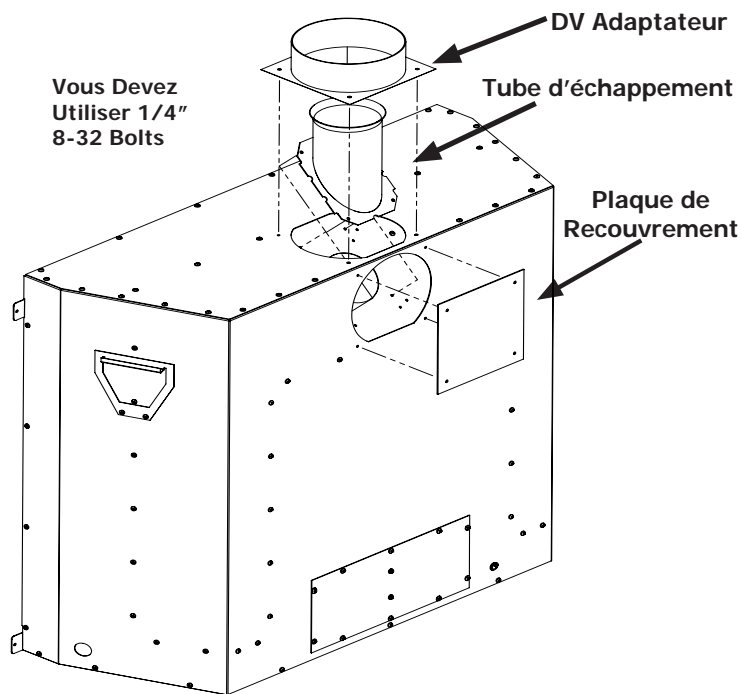

Figure 13. Vent Conversion - Étape 1
Étape 1: L'aide d'un tournevis T-20 retirer la DV adaptateur, échappement Tube, et la plaque de couverture (12 vis au total) comme le montre la Figure 13.